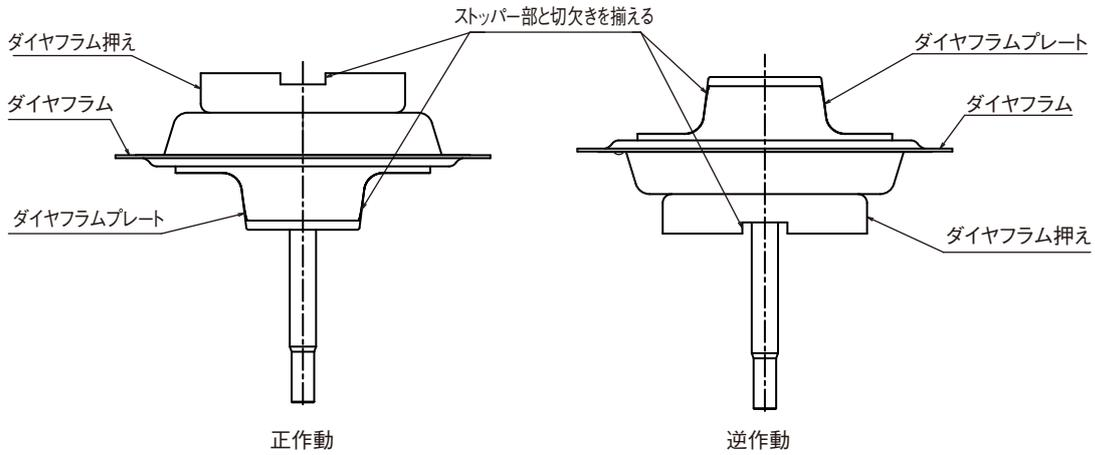

図6-6. ダイヤフラムプレートとダイヤフラム押えの位置関係
2	<p>ダイヤフラムユニットを仮組みします。スタッドボルト⑳⑩、ロッド㉒⑥、ダイヤフラム㉑④、ダイヤフラムプレート㉒⑥、ダイヤフラム押え㉓⑤、カラー㉔③、シールワッシャ㉕⑧を組付けます。ダイヤフラムプレートのストッパー部とダイヤフラム押えの切り欠きを図6-6に示す位置関係としてください。その後、これらの部品がガタつく事の無い程度まで、緩み止めナット㉖⑨を軽く締め、仮組みします。</p>
4	<p>ステムコネクタ㉙⑩の回り止め機構を利用して、ダイヤフラムユニットの緩み止めナット㉖⑨を表6-1に示す規定トルクで締め付けます。このとき、回転力で図6-6の位置関係がずれないように調整してください。【PA5のみ】先に緩み止めナット㉔③2個を表6-1に示す規定トルクで締め付けます。</p>